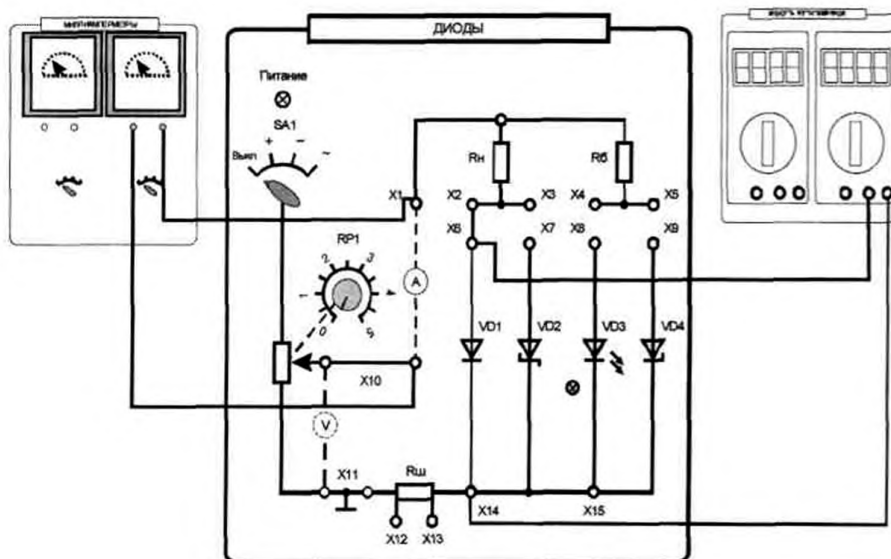

Рис. 3.1.4
3.1.1. Собрать схему для исследования выпрямительного диода VD1 на постоянном токе. Для измерения анодного тока включить миллиамперметр, для измерения анодного напряжения включить мультиметр в режиме измерения постоянного напряжения (рис. 3.1.4). Включить электропитание стенда и установить переключатель SA1 в позицию «+».
3.3.1. Собрать схему для исследования стабилитрона на постоянном токе (аналогично схеме по рис. 3.1.4. Выполнить пункт 3.1.2 для стабилитрона. Построить график зависимости выходного напряжения $U_{ст}$ от тока $I_{ст}$. Результаты занести в табл. 3.1.6.